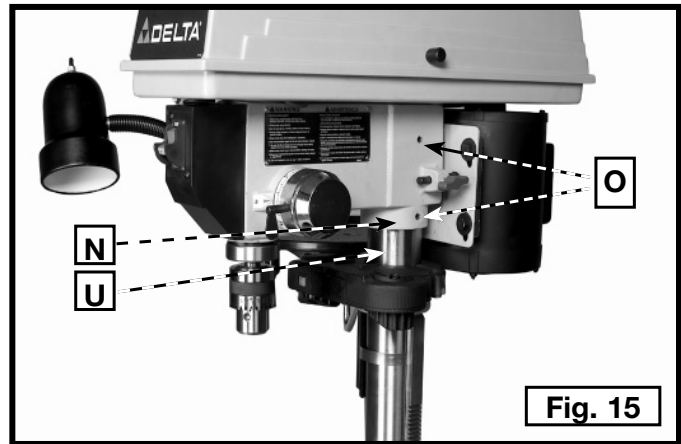
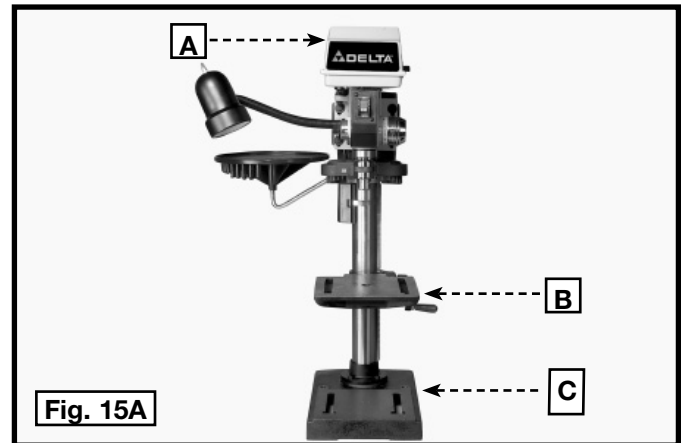

Fig. 15
Fig. 15A
16. Insérer une pile (G) de 9 volts (non fournie) entre les bornes (H).
17. Insérer la pile dans le compartiment (I) et refermer le couvercle.
18. Asseoir la tête de la presse à colonne (N, fig. 15) sur la colonne (U). Aligner la tête (A, fig. 15A) avec la table (B) et la base (C). Serrer les deux vis de blocage (O, fig. 15) avec la clé fournie.